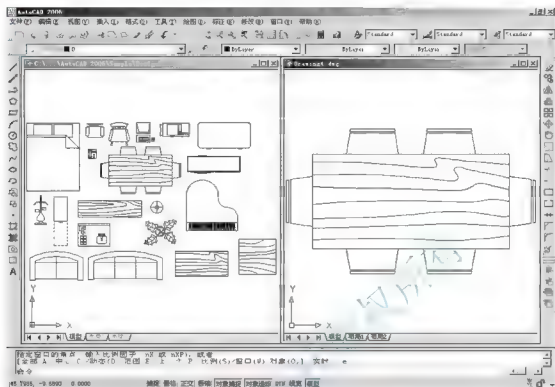

图 3.136 将图形拖动到新窗口中
(2) 在命令行无任何命令的状态下, 选择 Home-Space Planner 文件中的某些家具 (如“沙发”“钢琴”等), 这些“家具”变虚并显示出蓝色夹点。
(3) 将十字光标放到任意一条虚线上 (注意不能放在蓝色夹点上), 按住鼠标左键拖动, 会发现所选择的“家具”图形随着光标的移动而移动。
(4) 继续按住鼠标左键并将图形拖动到新窗口中, 然后释放鼠标左键, 这时选择的“家具”图形被复制到新的图形中, 如图 3.136 所示。